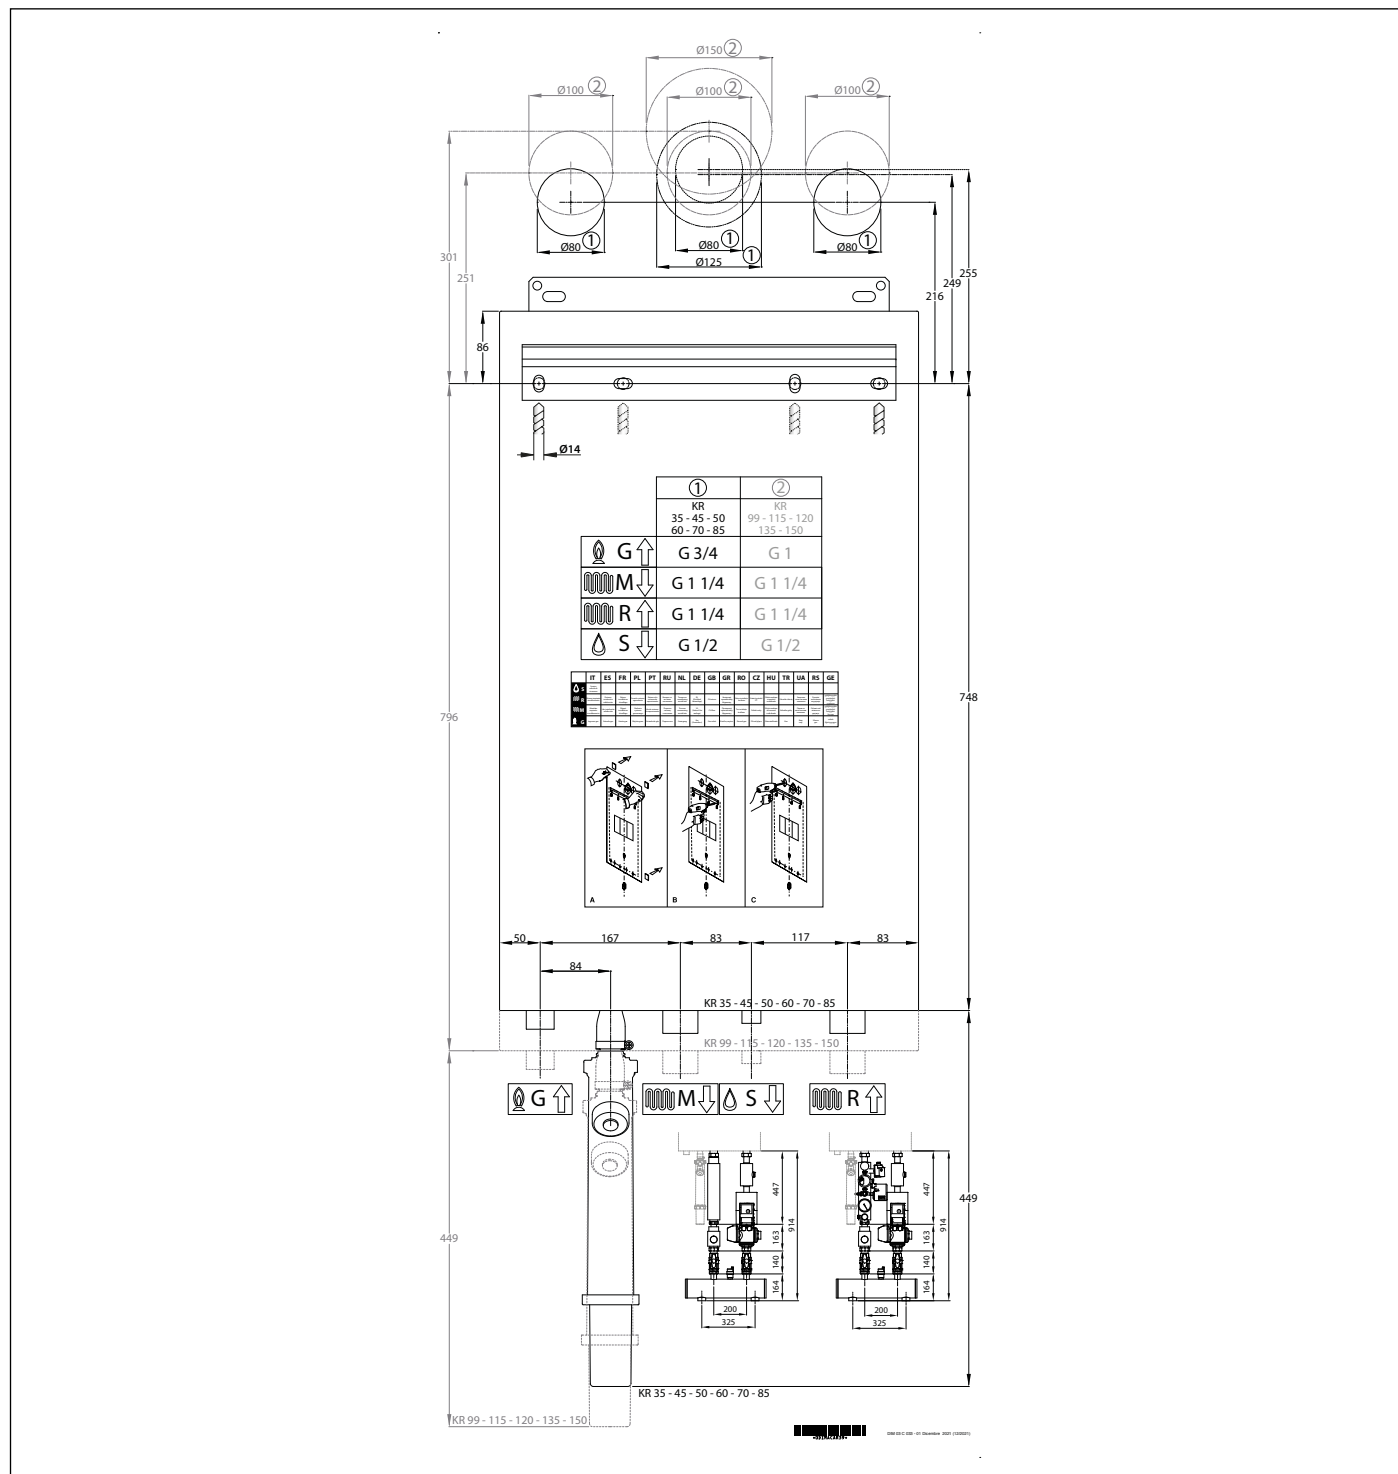

Рис. 9 Паперовий шаблон.
- Монтажний паперовий шаблон (див. Рис. 9 Паперовий шаблон.).
Кожний котел забезпечений спеціальним паперовим шаблоном, що знаходиться в упаковці (див. Рис. 9 Паперовий шаблон.). Шаблон дозволяє забезпечити правильне розташування труб, підключених до системи центрального опалення і газової мережі, а також каналів повітрозабірника і випуску димового газу, під час реалізації водяної системи і перед монтажем бойлера. Цей шаблон виготовлений з міцного паперового листа, який, за допомогою рівня, кріпиться на стіну, призначену для установки котла.